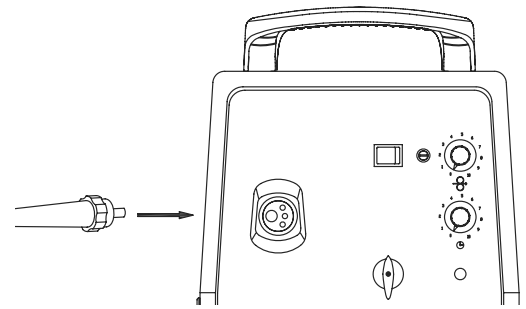

ABB. 4
- Montieren Sie die beiden Griffhalter (F) auf das Griffrohr € und schrauben Sie den gesamten Handgriff mit den Distanzhalter (H) mit den mitgelieferten Schrauben (G) an die Front des Gerätes!
- Montieren Sie das Griffrohr (L) in die beiden Griffhalter (M) und schrauben Sie den Handgriff mit den Schrauben (N) auf den Deckel des DV-Koffers.
- Schrauben Sie die 4 Lenkrolle (I) in den Boden des DV- Koffers.
- Montieren Sie den Drehkranz (O) mit den Scheiben (Q) und den Schrauben (P) auf den Deckel des Schweißgerätes und setzen den DV-Koffer in den Drehkranz (O).
- Stellen Sie die Gasflasche auf das Gerät an der Rückseite zwischen die großen Räder und sichern Sie diese mit der vorhandenen Kette (K)! den Druckminderer nach Vorschrift anschließen.
4.2 SCHWEISSBRENNNERANSCHLUSS AM GERÄT (ABB.4)
- Die Seitenwand öffnen. Den Plastikgriff (A) lockern und senken, und den Drahtandrückhebel (B) lösen (Abb.4). Den Draht abschneiden (falls er bereits eingeführt wurde), mit der Zange immer festhalten, damit er sich nicht abrollt, und mit der dafür vorgesehenen Bohrung an der Rolle verbinden. Die Gasdüse abschrauben und die Stromdüse des Brenners abnehmen; mit einer Zange den Draht aus der Ummantelung ziehen.